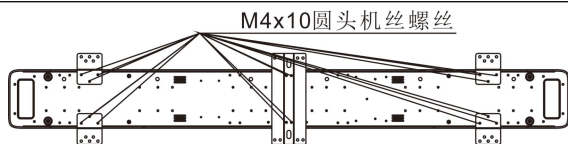

图5
6. 取 M4*10 圆头机丝螺丝把外挂支架、横梁固定支架锁在灯具底座对应的位置上, 如图 5、6;